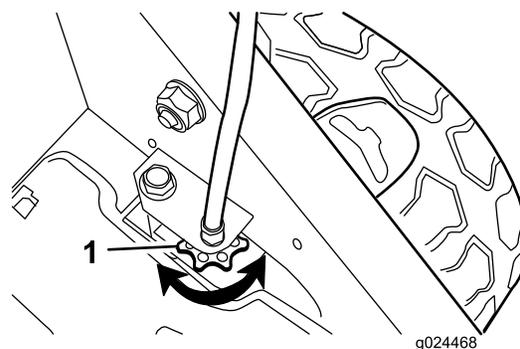

Figura 22
- Se le ruote non girano quando inserite la barra della trazione automatica, la cinghia di trazione è eccessivamente allentata. Ruotate la manopola di controllo trazione della ruota (Figura 22) in senso orario di 1 giro e ripetete le fasi da 4 a 6.
- Se le ruote girano prima dell'inserimento completo della barra della trazione automatica, la cinghia di trazione è eccessivamente tirata. Ruotate la manopola di controllo trazione della ruota (Figura 22) in senso antiorario di 1 giro e ripetete le fasi da 4 a 6.